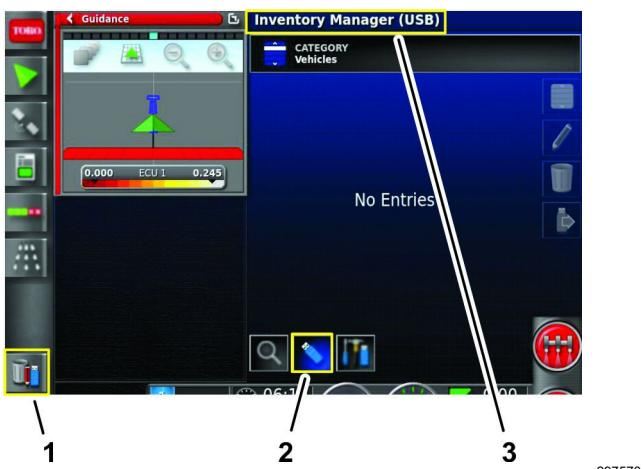

Figura 97
3. Premete l'icona Sistema di gestione dell'inventario (Figura 97).
4. Se il titolo nella parte superiore della schermata indica Sistema di gestione dell'inventario (USB), premete l'icona Commuta visualizzazione (Figura 97).